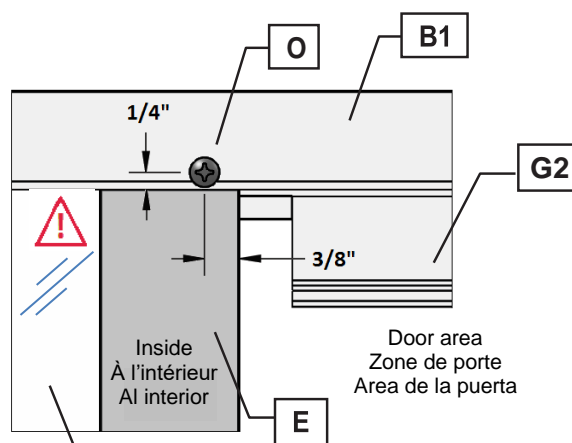

Fig 9b
2. Locate screw holes 1/4" from the edge of the **Inside Header (B1)** and the **Sill (A)**. Drill $\varnothing 7/64$ " pilot holes through the back of the **Inside Header (B1)** and the **Sill (A)** into the **Inline Post (E)** at 3/8" from the strike side of the **Inline Post (E)**. (Fig 9b)
2. Localisez les trous de vis à 1/4 po du bord du **rail intérieur (B1)** et du **seuil (A)**. Percez des avant-trous $\varnothing 7/64$ " à travers l'arrière du **rail intérieur (B1)** et du **seuil (A)** dans le **poteau en ligne (E)** à 3/8" du côté de la gâche du **poteau en ligne (E)**. (Fig. 9b)